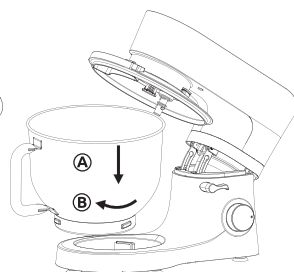

Abb. 3
- Legen Sie die Rührschüssel in die dafür vorgesehene Halterung (A) der Küchenmaschine und drehen Sie diese im Uhrzeigersinn, bis sie fest arretiert ist (B). [Abb. 3]